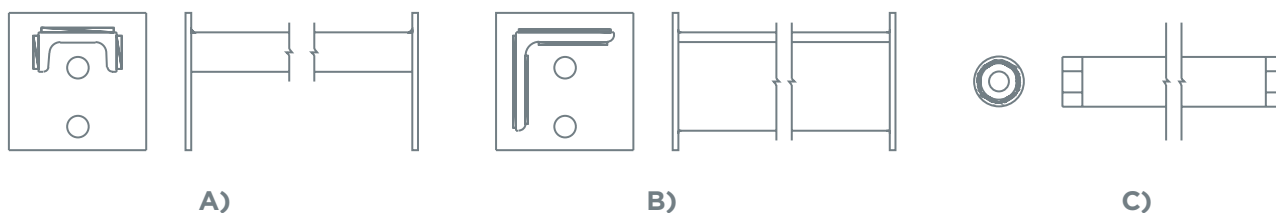

Figura 5:
Se encargan de soportar las cargas provenientes de las pistas o superficies de deslizamiento para transmitir las a los perfiles laterales. El tamaño y separación depende de la carga a transmitir. La forma se determina según la comodidad para trabajar sobre los bulones de fijación de las pistas de deslizamiento. Las secciones de los perfiles más usados en travesaños se ejemplifican en la figura 5.
- Figura 5:
Los travesaños según las disposiciones a) y b) de la Figura 5 se fabrican con perfiles laminados como por ejemplo perfiles “C” o “Ángulo” a los cuales se les suelda una pletina en el extremo. La función de la pletina es permitir la vinculación, a través de bulones, del travesaño con el perfil lateral. En la parte superior del travesaño se fijan las pistas de deslizamiento.